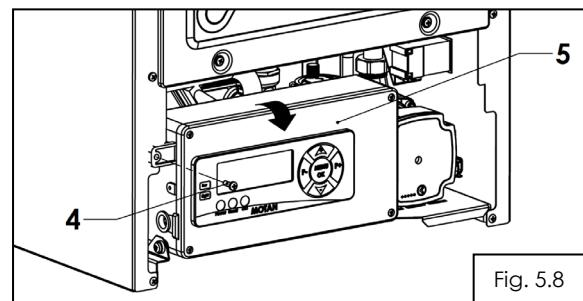

Fig. 5.8
- d) - se desurubeaza surubul de fixare (4) al cutiei electronice si se rabateaza cutia electronica (5) (fig. 5.8);